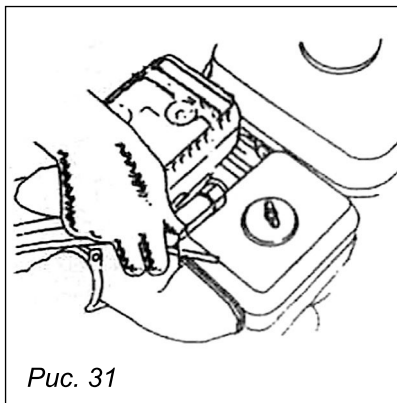

Рис. 31
- Снимите наконечник свечи зажигания, удалите грязь вокруг свечи (рис. 31).